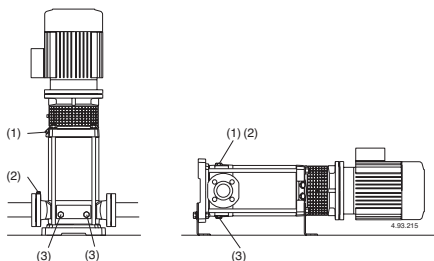

Рис. 4 (1) Наполнение и отдушина
При положении насоса выше уровня перекачиваемой жидкости (работа в режиме всасывания, рис. 3А) или при недостаточной высоте напора (менее 1 м) для открытия обратного клапана наполните всасывающую трубу и насос через соответствующее отверстие (1) (рис. 4).
Во время наполнения винт со штифтом (14.17) в сливной пробке (14.12) должен быть откручен, чтобы имелось соединение между камерой подающей части и камерой всасывающей части (рис. 4а).
Рис. 4а Наполнение:
Рис. 4б При работе: внутренний
При работе под гидравлическим напором (рис. 3В) наполняйте насос, медленно открывая задвижку на всасывающей трубе до полного раскрытия; при этом, задвижка в подающей трубе и отдушины (1) и (2) должны быть полностью открыты (рис. 4), чтобы выпустить воздух. **MXV.. 65-80**
Закрыть отдушину (1) и (2) (рис. 4).
Для MXV-B, MXV(L) 25–32–40 и MXV(L)4 25–32–40 Затяните игольчатый винт (14.17) в сливной заглушке (14.12) (рис. 4б) и закройте отверстие для выпуска воздуха (14.04).
Если заливка прерывается (непостоянный поток на подаче при открытых задвижках) или если давление на манометре колеблется, провести повторный выпуск воздуха на всасывании (2), проверить герметичность всех соединений всасывающей трубы и крепко затянуть выпускную заглушку (2) и сливные заглушки (3) со стороны всасывания (рис. 4).
По возможности, как в случае временной работы с грязными жидкостями, прокачайте через насос немного чистой воды для удаления осадков. Либо, после слива воды, промойте насос, залив не менее 40 л чистой воды в заливочное отверстие (1) со стороны подачи и дав ей выйти через сливное отверстие (3) со стороны всасывания (рис. 4).
Перед разборкой насоса отсоединить провод от зажимной коробки, откройте задвижки на всасывании и подаче и слейте жидкость из корпуса насоса (рис. 4).